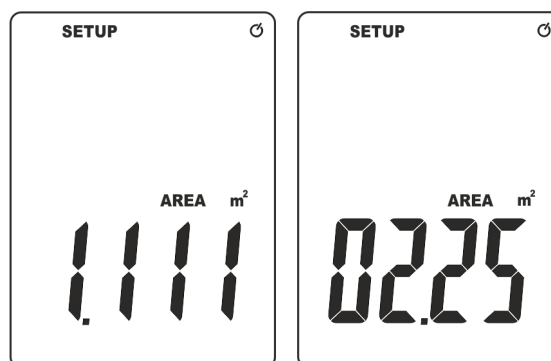

Abb. 4: Einstellung des Werts der Fläche des Kanals
4. Drücken Sie die Taste **ENT** zur Bestätigung. Die Bildschirmseite in Fig. 4 – linke Seite erscheint im Display.
6. Drücken Sie die Tasten **▲UNIT** oder **UNIT▼** zur Einstellung des Werts der Fläche des Kanals von rechts nach links und drücken Sie die Taste **ENT** zur Bestätigung von jeder Ziffer (siehe Fig. 4 – rechte Seite), z.B. in Bezug auf ein viereckiges Kanal mit einer Seite von 1.5m x 1.5m).